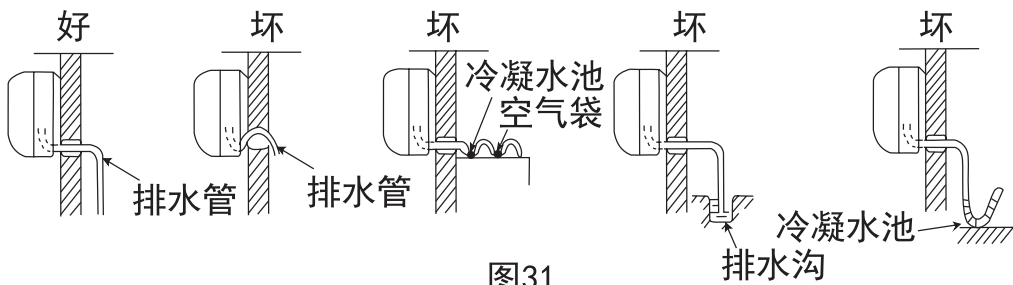

图31
- 1 用附件 ⑬ 排水管与室内机组的出水管连接起来。
- 2 如要使冷凝水流得舒畅，排水管应倾斜少许，如图31所示。